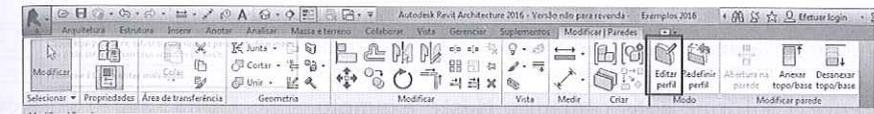

Figura 5.95 – Aba Modificar | Paredes – seleção de Editar perfil.
- Para criar aberturas nas paredes, opte por uma vista de elevação ou corte para facilitar a visualização – que pode ser 3D – e selecione a parede. Na aba **Modificar | Paredes**, selecione o painel **Modo > Editar perfil** (Figura 5.95).